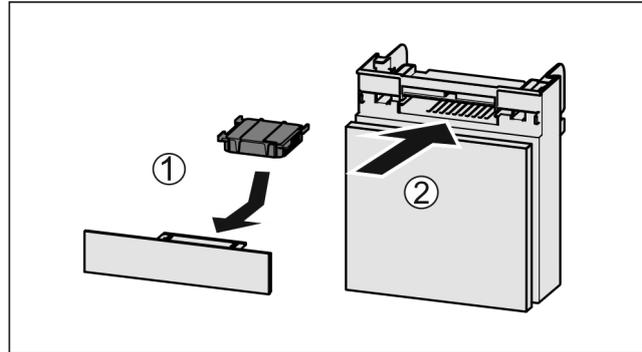

Fig. 98
- ▶ Aktivkohlefilter nach Abbildung einsetzen Fig. 98 (1).
- ▶ Fach einschieben Fig. 98 (2).